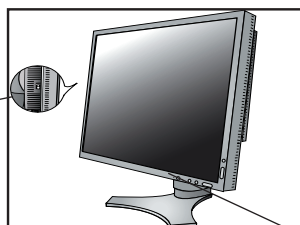

Figura 10
8. El interruptor vacation ubicado sobre el lado izquierdo del monitor debe estar en posición ENCENDIDO para que el monitor funcione (Figura 10). Encienda el monitor con el botón frontal de encendido, luego encienda la computadora.